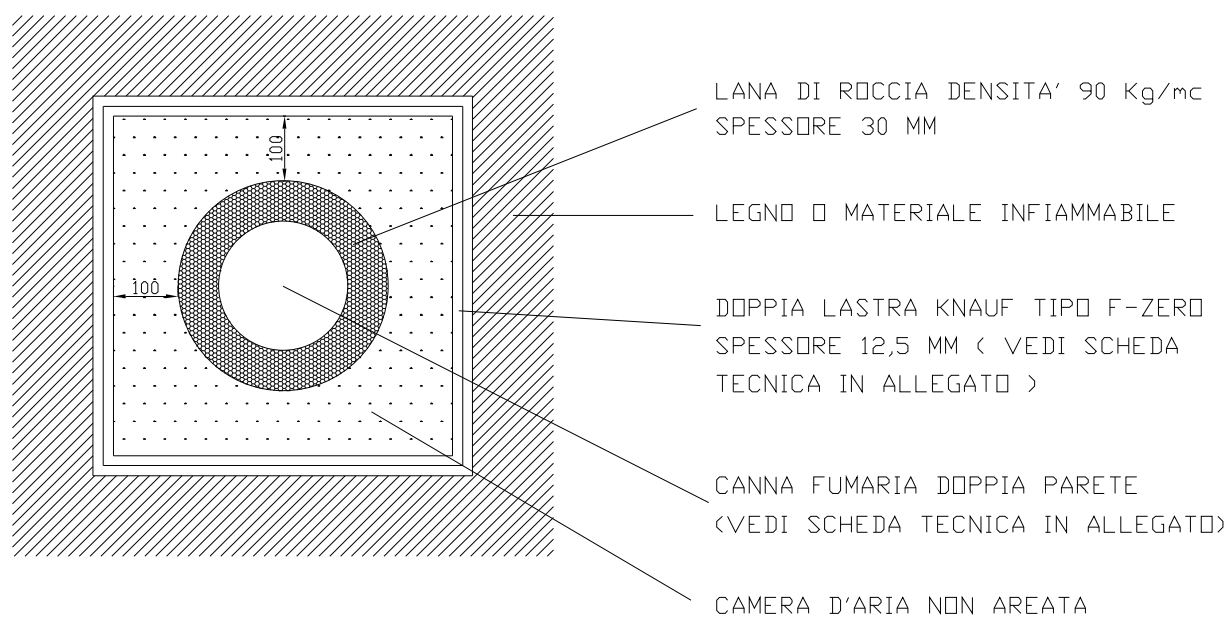

Fig. 1
Il Ns. sistema fumario, costruito nei nostri laboratori, composto da elementi in acciaio inox doppia parete già marchiati secondo direttiva CE (vedi scheda tecnica) viene installato nei passaggi di solaio o nel passaggio tetto attraverso un cavedio creato tra le strutture lignee appositamente rivestite di una doppia lastra in cartongesso ignifuga Knauf (vedi scheda tecnica), avendo l'accorgimento di lasciare almeno 8 cm di aria netta tra la parete del camino d'acciaio e la lastra in cartongesso.(vedi fig. 1)La controcamera d'aria che rimane tra la parete del camino e la lastra in cartongesso dalla base fino al torrino viene considerata non areata. Questo sistema è stato testato presso i laboratori Kiwa Gastec di S.Vendemiano secondo le modalità indicate nella norma UNI EN 1856/1-2, con relativa prova di simulazione all'incendio di fuliggine e temperatura continua per 30 min. a 1000° C. L'esito positivo del test ci permette di installare questo sistema camino per combustibili solidi anche all'interno di strutture in legno senza intaccare la tenuta della casa (case Clima), dovendo areare la controcamera del camino.
2. Predisposizione del cavedio appositamente rivestito come da esempio specificato, avendo l'accuratezza di rispettare gli spazi necessari. (vedi fig. 1)
Nel caso di installazioni esterne, predisposizione del foro a parete e del passaggio tetto appositamente rivestiti rispettando sempre gli spazi necessari.(vedi fig. 1).